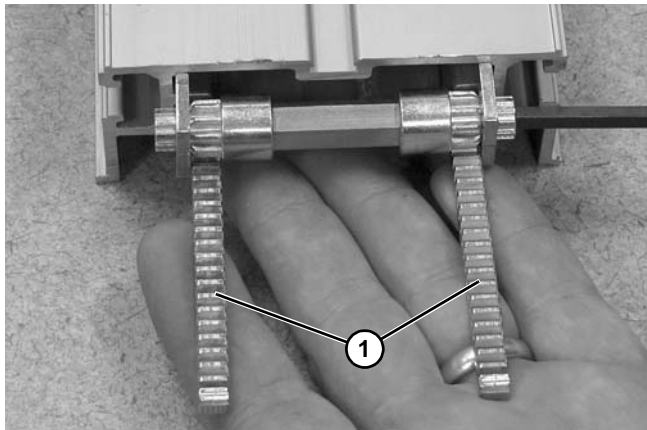

Figura 105
9. Inserte ambas cremalleras (**Figura 105, artículo 1**) en el armazón del transportador.